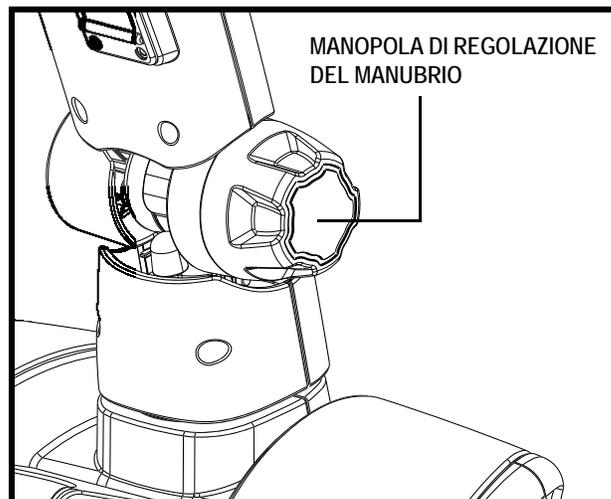

Figura 14. Regolazione manubrio
1. Sostenendo il manubrio, ruotare la manopola di regolazione del manubrio in senso antiorario per allentarlo. **Vedere figura 14.**